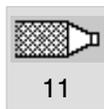

Fig. 4-49 Nenhum grupo
2. Prima a tecla do canal as vezes necessárias para que o contorno colorido da tecla, e da letra do grupo sob o símbolo do canal, desapareça. Consulte fig. 4-49.